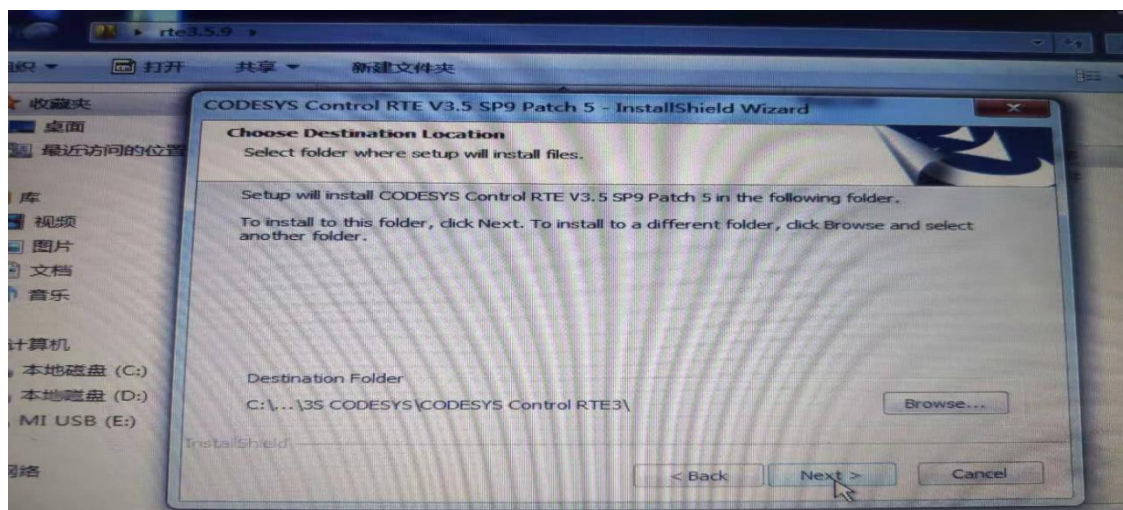

图 2-2-5 CodeSys RTE 安装步骤 5
5、出现图 2-2-5 窗口,安装路径选择默认安装,点击“Next”;